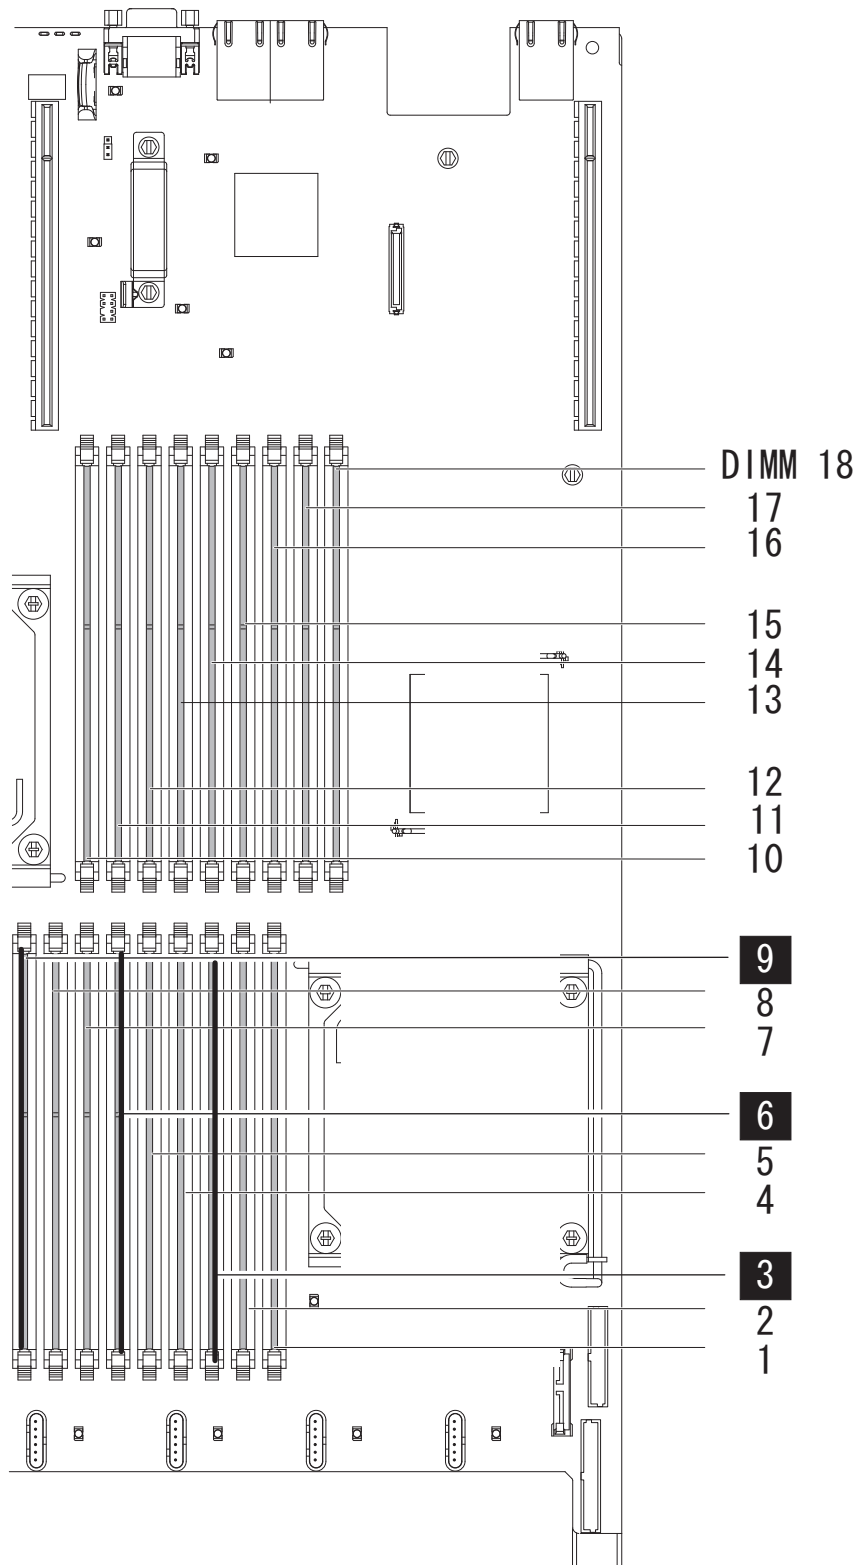

図 92. SAN ボリューム・コントローラー 2145-CG8 メモリー・モジュールの見つけ方
- SAN ボリューム・コントローラー 2145-CG8: SAN ボリューム・コントローラー 2145-CG8 ノードは、DIMM スロット **3**、**6**、および **9** で 3 個のモジュールを使用します (119 ページの図 92 を参照)。